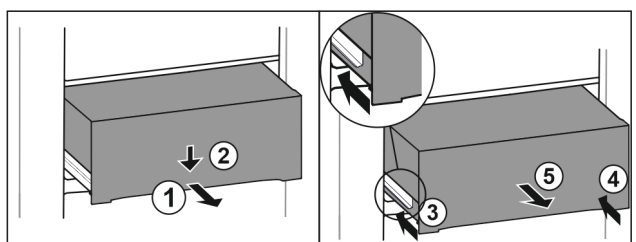

Fig. 118
- ▶ Vytiahnite zásuvku do polovice. Fig. 118 (1)
- ▶ Zatlačte zásuvku na prednej strane smerom nadol. Fig. 118 (2)
- ▶ Zasuňte ľavú koľajničku o cca 2 cm. Fig. 118 (3)
- ▶ Zasuňte pravú koľajničku o cca 2 cm. Fig. 118 (4)
- ▶ Odoberte zásuvku dopredu. Fig. 118 (5)